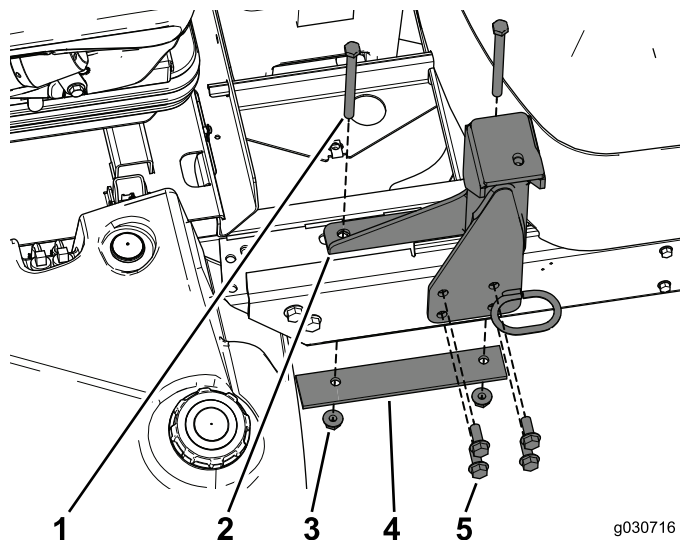

Figura 20
1. Utilize as novas ferragens para prender a montagem traseira esquerda à estrutura (Figura 20).